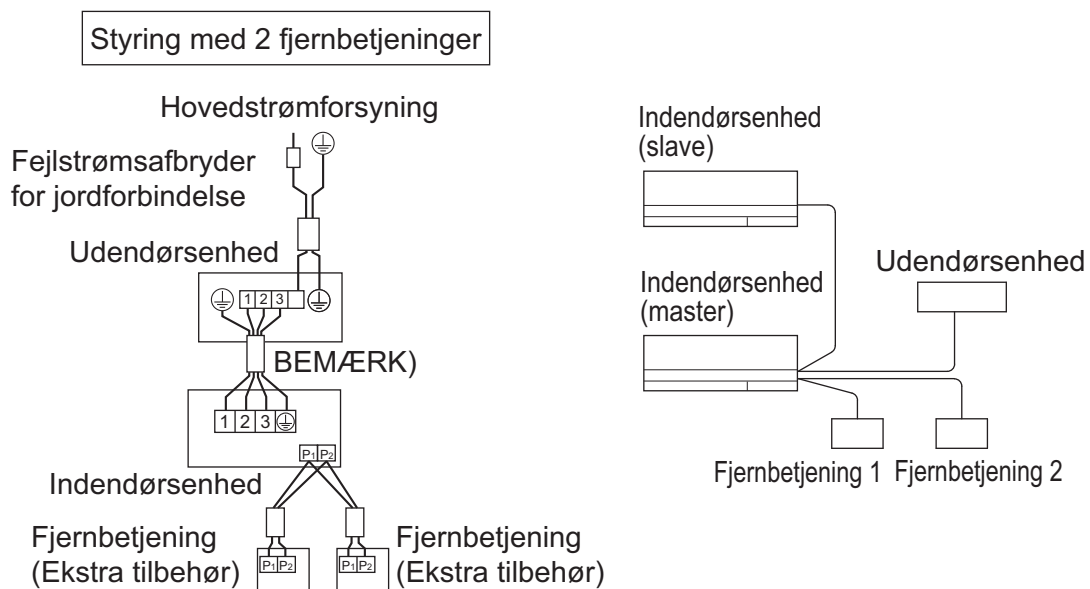

Fig. 29
- (1) Fjern styreboksens dæksel. (Se "5. INSTALLATION AF INDENDØRSENHEDEN".)
- (2) Før ledningerne på kryds mellem terminalerne (P1, P2) inden i kontrolboksen til fjernbetjeningen. (Ingen polaritet). **(Se fig. 29)**